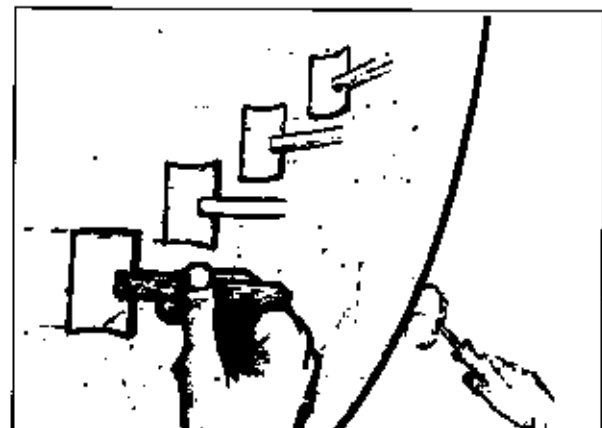

Abb. 8-18 Nehmen Sie Luftblasen und Rollenmarkierungen weg, indem Sie mit dem als Pinsel dienenden Rollen-Segment die Fläche abstreichen.
8. Nun wird die frisch aufgetragene Epoxidschicht mit einem in frisches Epoxidharz getränkten Schaumpinsel überstrichen. Der Druck sollte dabei gerade so groß sein, daß man Unebenheiten entfernt, ohne Harz wieder abzutragen (Abb. 8-18).